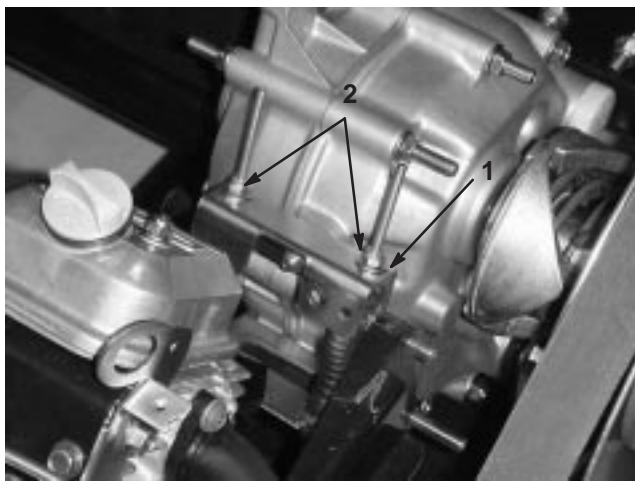

Figure 26
Lors des entretiens courants et/ou des diagnostics du moteur, vous devez placer la boîte-pont au point mort (Fig. 26). La position point mort du levier de vitesses du véhicule commande le point mort de la boîte-pont. Procédez comme suit pour vérifier que le point mort du levier de vitesses actionne correctement le point mort de la boîte-pont :
2. Placez la patte de réglage du point mort de la boîte-pont en position point mort (horizontale), tournez l'embrayage et vérifiez si le véhicule se déplace en avant et en arrière (Fig. 26).
3. Serrez un des contre-écrous (Fig. 26) juste assez pour éliminer le mou du câble de changement de vitesses.